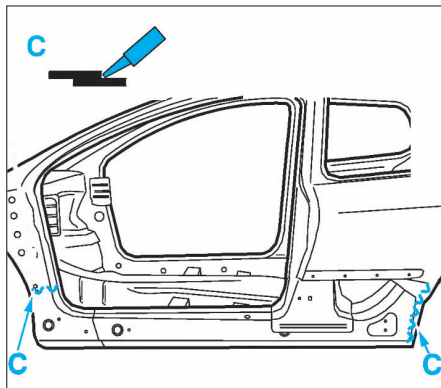

FIG. 92
- Après ajustage, déposer un cordon de colle (Fig.92).